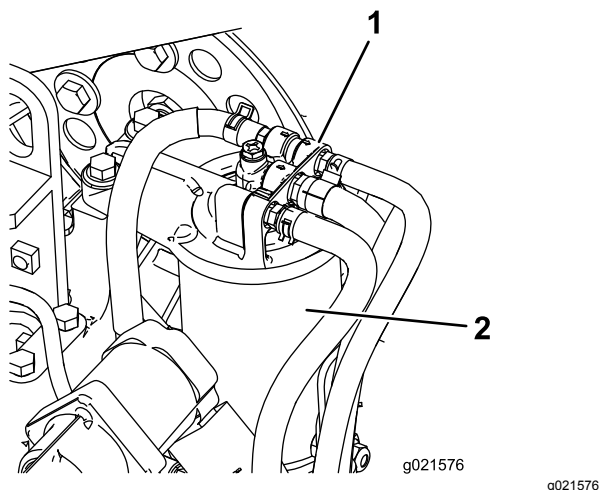

図 61
1. 燃料フィルタのヘッドの周囲をきれいに拭く【図 61】。
2. フィルタを外してフィルタヘッドの取り付け部をきれいに拭く【図 61】。